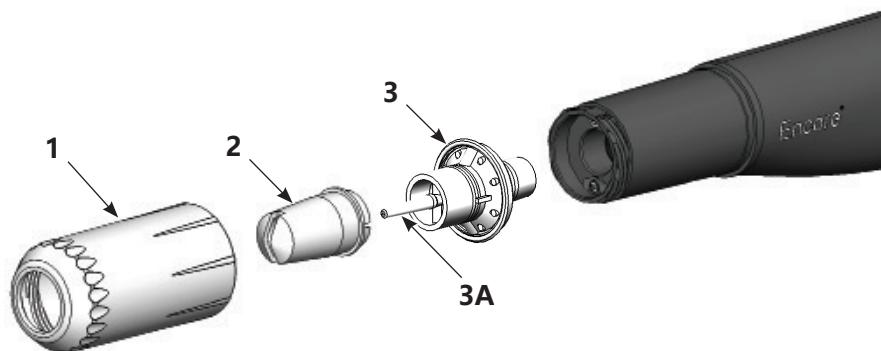

图 4-1 扁平喷嘴拆卸和安装
1. 参见图 4-1。以逆时针方向拧松喷嘴螺帽 (1)。
2. 从电极组件 (3) 上拔出扁平喷嘴 (2)。